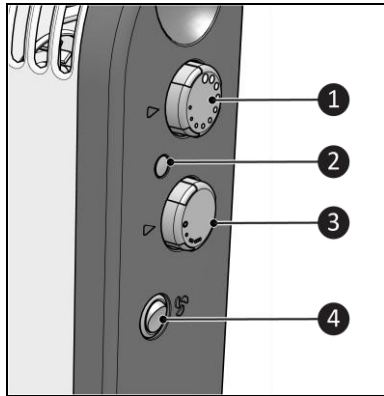

Abbildung 8
1. Drehen Sie den Einschaltknopf (Abbildung 8, Pos. 3) in die gewünschte Position:
2. Drehen Sie den Thermostatknopf (Abbildung 8, Pos. 1) auf das Maximum. Die Kontrollleuchte (Abbildung 8, Pos. 2) leuchtet auf.
3. Wenn der Raum die gewünschte Temperatur erreicht hat, drehen Sie den Thermostatkopf (Abbildung 8, Pos. 1) langsam gegen den Uhrzeigersinn, bis Sie ein Klicken hören. Der Thermostat behält die aktuelle Temperatur bei, indem er die Heizung ein- und ausschaltet.
4. Schalten Sie für eine schnellere und bessere Wärmeverteilung den Ventilator ein (Abbildung 8, Pos. 4).
5. Drehen Sie bei Bedarf den Einschaltknopf (Abbildung 8, Pos. 3) für eine höhere oder niedrigere Leistung.
6. Drehen Sie ggf. den Thermostatkopf (Abbildung 8, Pos. 1) für eine höhere oder niedrigere Temperatur.
1. Stellen Sie den Thermostatkopf (Abbildung 8, Pos. 1) auf seine maximale Position.
2. Lassen Sie den Einschaltknopf (Abbildung 8, Pos. 3) auf AUS.
3. Schalten Sie den Ventilator ein (Abbildung 8, Pos. 4).
1. Stellen Sie sicher, dass sich der Einschaltknopf in der Position AUS befindet (Abbildung 8, Pos. 3).
2. Stellen Sie sicher, dass sich der Ventilatorschalter in der AUS-Position (O) befindet (Abbildung 8, Pos. 4).